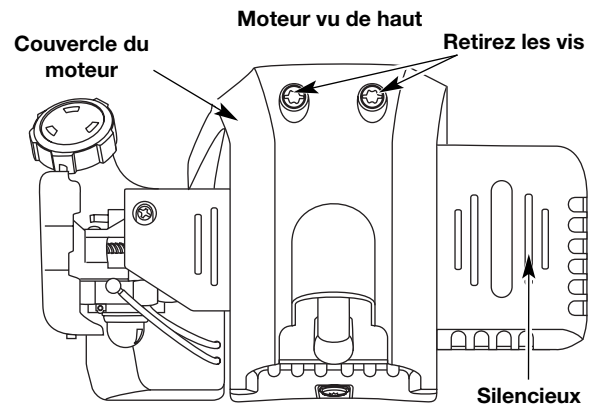

Fig. 31
2. Enlevez les deux vis (2) du haut du couvercle du moteur à l'aide d'un tournevis à lame plate ou T-25 Torx (Fig. 31).
6. Déposez le couvercle du moteur (Fig. 31).